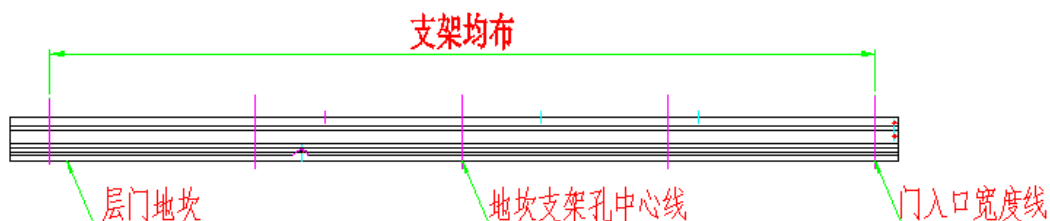

图 7-1
7.3.1 先用墨笔在层门地坎上画出中心线和净开门宽度线，如图 7-1: